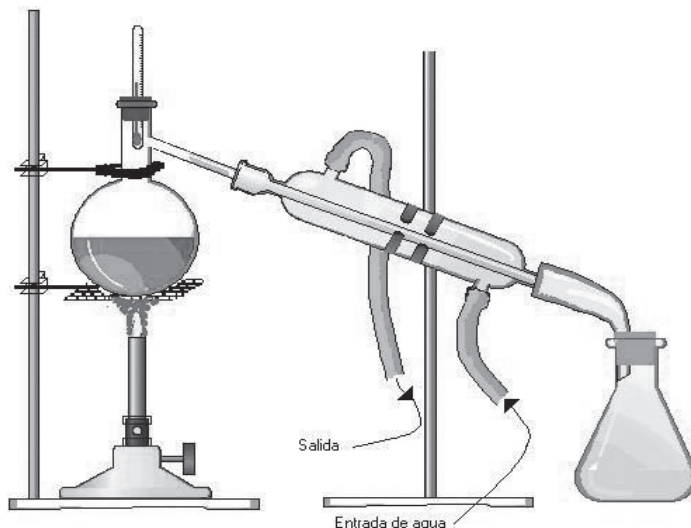

Figura 4. Equipo de destilación simple. Fuente: <https://co.pinterest.com/pin/679762137477195887/#:~:text=Guardado%20desde%20google.com.pe>
- Arme el equipo de destilación, empleando un balón de destilación. Antes de tapar el balón, vierta en él unos 100 a 150 mL del filtrado obtenido, tal como se presenta en la figura 4: